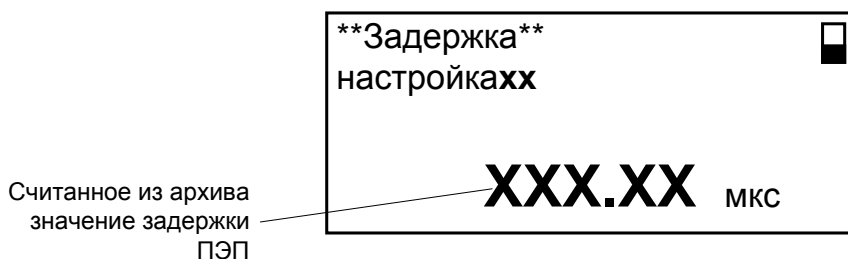

Рис. 10. Вид окна Задержка.
2.3.3.7. Вид окна задержки пьезоэлектрического преобразователя **Задержка** приведен на рис.10.